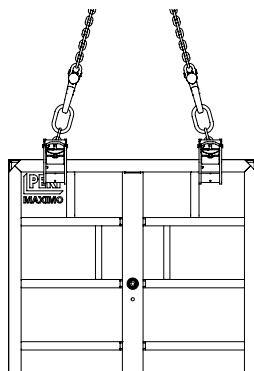

Fig. 4a
- En cas de largeur d'élément > 30 cm, monter 2 crochets de levage de telle manière qu'ils s'appuient sur les entretoises d'éléments en étant dirigés l'un vers l'autre et qu'ils ne puissent glisser. (Fig. 4a)